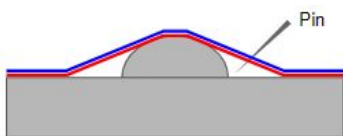

Fig.11
- 2) Junte las burbujas de alrededor del remache sin hacer que el film pierda su forma. Haga un pequeño agujero en el vinilo alrededor del remache y saque por ahí todo el aire atrapado entre el vinilo y el remache utilizando la punta de los dedos. Fig.11